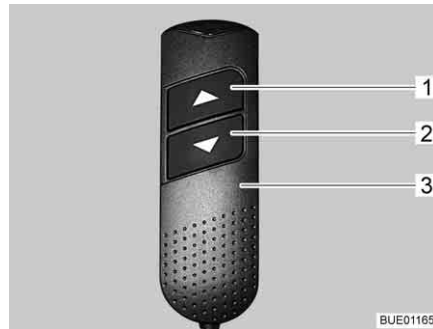

Fig. 60 Elemento di regolazione
- Sull'elemento di regolazione (Fig. 60,3) premere contemporaneamente i due tasti freccia (Fig. 60,1 e 2) e tenerli premuti fino a quando il letto basculante non si è spostato completamente verso il basso. Una volta rilasciati i tasti viene emesso un segnale acustico di conferma.
- Sull'elemento di regolazione (Fig. 60,3) premere il tasto freccia inferiore (Fig. 60,2) e tenerlo premuto fino a quando il letto basculante non ha raggiunto la posizione finale in basso.
- Sull'elemento di regolazione (Fig. 60,3) premere il tasto freccia superiore (Fig. 60,1) e tenerlo premuto fino a quando il letto basculante non ha raggiunto la posizione finale in alto.
- Portare leggermente il letto basculante con i tasti freccia (Fig. 60,1 o 2) nella direzione opposta.